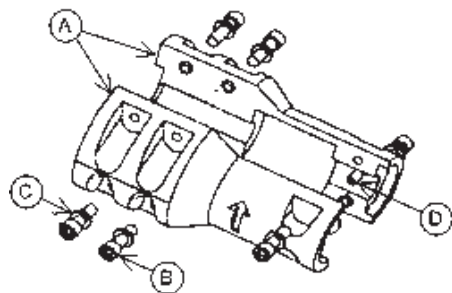

Figure 18 — Accouplement
3. Déposer les deux (2) carters d'accouplement.
4. Désassembler l'accouplement: enlever les six (6) vis d'assemblage à 6 pans creux et rondelles de blocage ainsi que la goupille de positionnement de l'arbre (fig. 18). Conserver vis, rondelles et goupille pour le remontage.